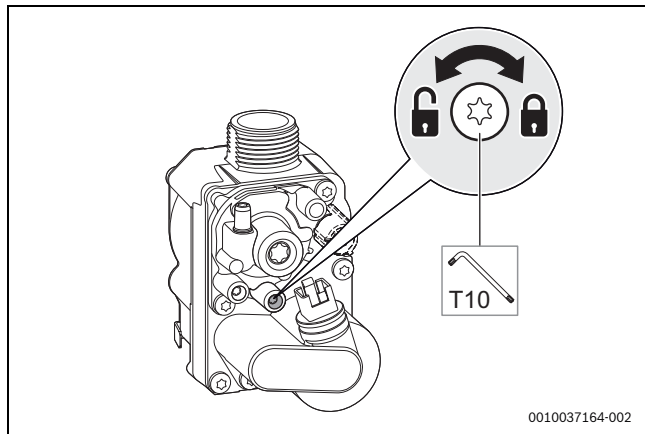

Bild 115 Gas-Anschlussdruck messen
- ▶ Schraube am Messstutzen für den Gas-Anschlussdruck 2 Umdrehungen lösen (→ Bild 115).